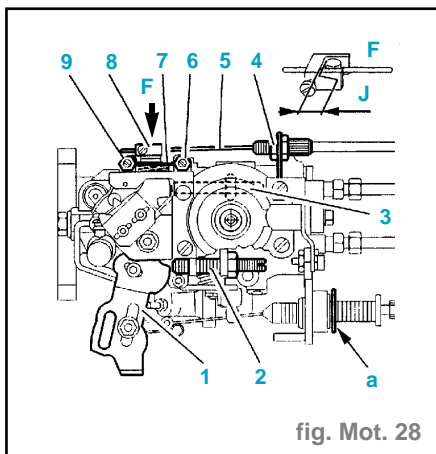

fig. Mot. 28
- Réglage de la commande d'accélération (fig. Mot. 28).
- Réglage du ralenti (fig. Mot. 28)
- Desserrer la vis (3) de quelques tours, jusqu'à suppression du contact avec le levier (1).
- Régler le régime de ralenti en agissant sur la vis de réglage du ralenti (6).
- Réglage de l'anticalage (fig. Mot. 28)
- Placer une cale de **1 mm** entre le levier de charge (1) et la vis de réglage du débit résiduel (3).
- Agir sur la vis (3) de réglage du débit résiduel, pour obtenir un régime moteur de **35 ± 15 tr/mn** (par rapport au régime de ralenti).
- Réglage du ralenti accéléré (fig. Mot. 28)
- Desserrer le contre-écrou (4) (fig. Mot. 28).
**Moteur froid** (fig. Mot. 28)
- Vérifier que le levier (7) soit en butée sur la vis (9).
- Sinon, rapprocher la tension du câble (5) par le serre-câble (8).
- Achever la tension par le tendeur de gaine (4).
**Moteur chaud** (fig. Mot. 28).